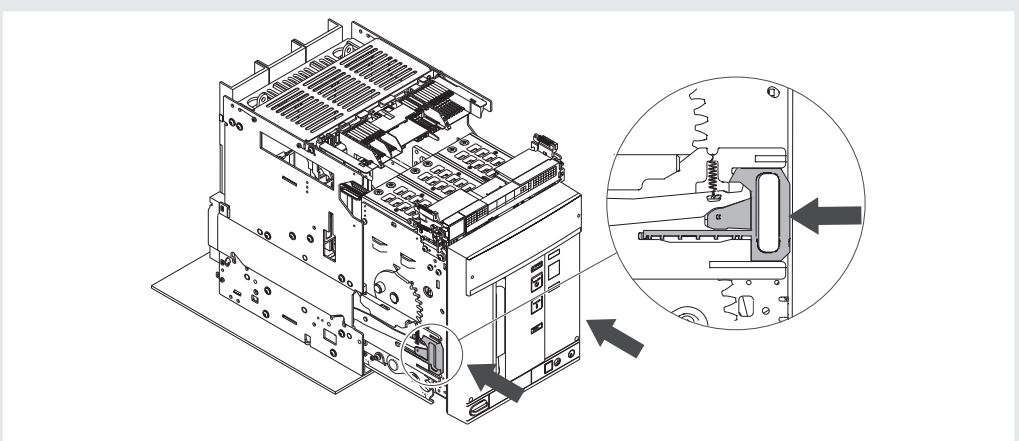

Figura 42
7. Impugnare le leve delle guide parte fissa e spingerle sino a quando la parte mobile va in arresto. Vedi Figura 42.